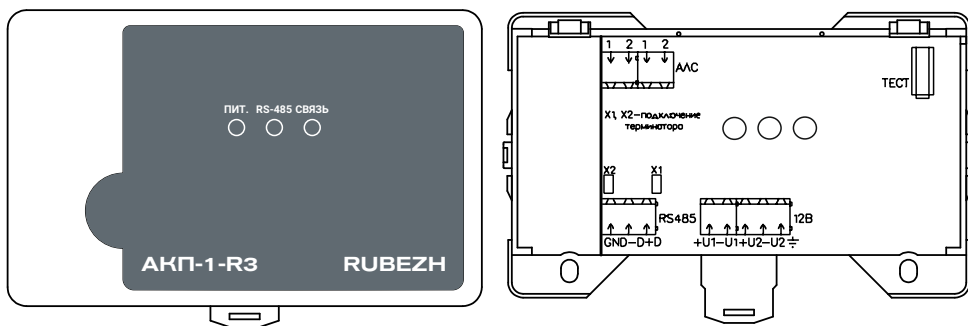

Рисунок 1
4.1 АКП-1 конструктивно выполнен в пластмассовом корпусе, внутри которого размещается плата с электронными компонентами (рисунок 1). На плате установлены клеммные колодки для подключения АКП-1 к АЛС, RS-485 и внешнему питанию, а также вилки с джамперами «X1», «X2», которые следует замкнуть, если АКП-1 в линии RS-485 является окончанным.
4.3 На плате АКП-1 имеется кнопка ТЕСТ (рисунок 1), которая используется для определения адреса модуля в АЛС прибора при кратковременном нажатии. При снятии крышки АКП-1 кнопка инициирует формирование сигнала «Вскрытие», передаваемого по АЛС в прибор.